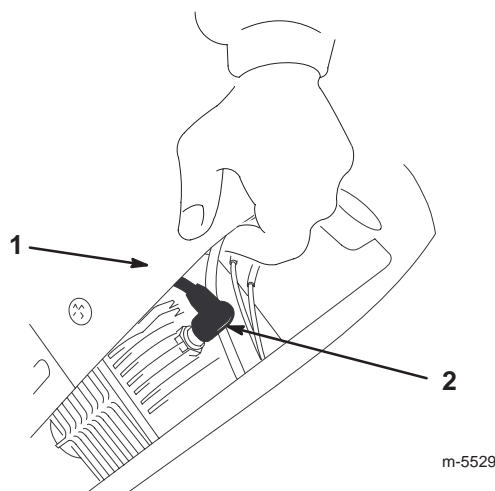

Figure 25
2. Vis de montage (3)
5. Soulevez le carénage et débranchez la bougie (Fig. 25).